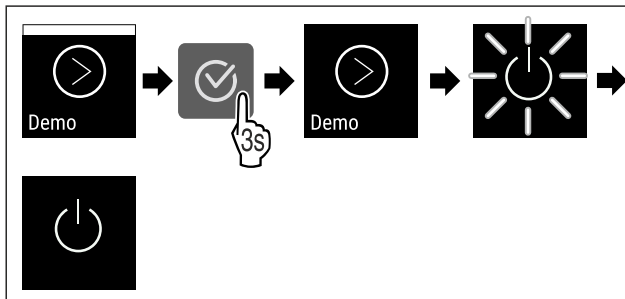

Fig. 91
- ▶ Wykonać czynności (patrz Fig. 91) .